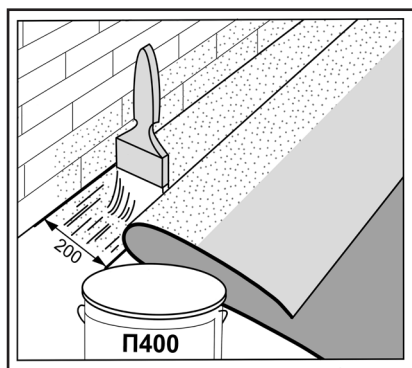
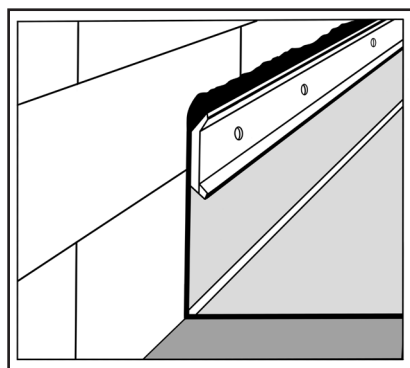

Рис. 4
Рис. 5
5.4. Приклейте полотно по периметру на Адгезив П400 к горизонтальной поверхности на ширину 200 мм и на вертикальную поверхность на высоту проектной отметки (см. Рис.4). Зафиксируйте механическим способом с помощью прижимной планки на саморезы и промажьте кромку мастикой Манодил Бонд Ф (см. Рис.5). Расход Адгезив П400 около 800 г/м², расход Манодил Бонд Ф - 0,12 л/п.м.
6.11. Зафиксировать край мембраны механически с помощью прижимной планки по всему периметру. Промазать кромку мастикой Манодил Бонд Ф с расходом 0,12 л/п.м. (см. Рис.5).
Монтаж мембраны по парапетам может осуществляться как с заведением на внешнюю сторону (фасад), так и заведением на 300-500 мм на вертикаль. Фиксацию мембраны производить с помощью прижимной планки и саморезов (см. Рис. 5, 20). Кромка промазывается мастикой Манодил Бонд Ф, выдавливаемой через пистолет для герметиков с примерным расходом 0,12 л/п.м.